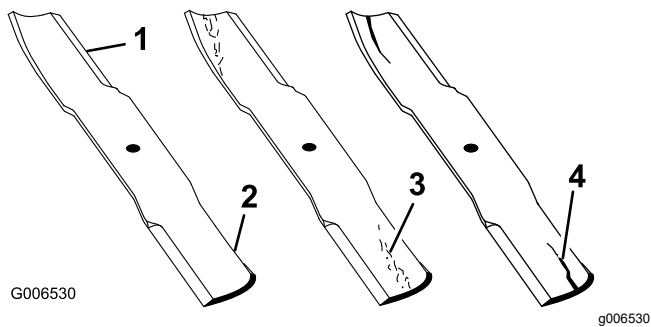

Figura 57
1. Controllate i taglienti (Figura 57).
4. Se notate incrinature, usura o scanalature in questa zona, montate immediatamente una nuova lama (Figura 57).